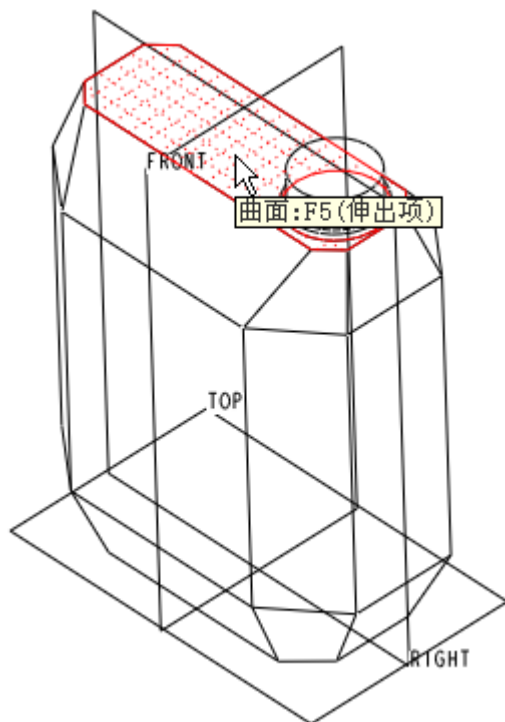

图 51-10
- (1) 单击菜单【插入】 【混合】 【伸出项】选项。
- (2) 在【混合选项】菜单中依次单击【平行】、【规则截面】、【草绘截面】、【完成】选项。
- (3) 在【属性】菜单中依次单击【直的】、【完成】选项。
- (4) 如图 51-10 所示，选择图中箭头指示的面为草绘平面，选择 FRONT 基准面为视图方向参照。